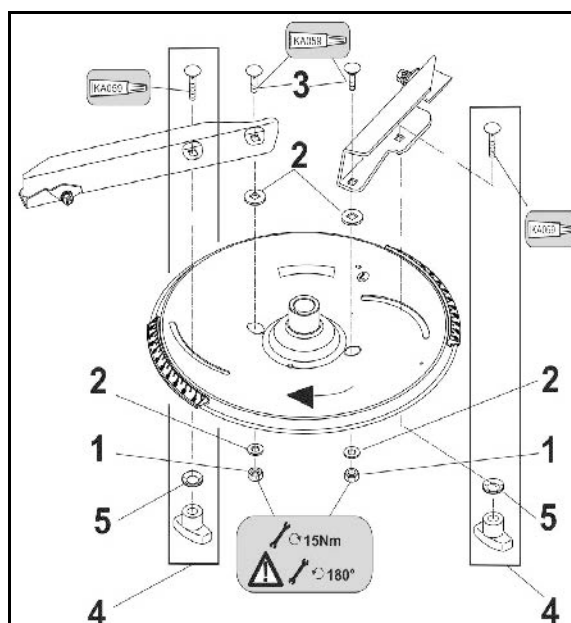

Fig. 90
- 6 skruer til vejecellen (Fig. 90/1)